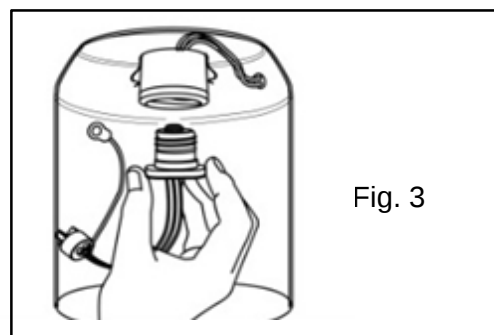

Fig. 3
3) Vissez l'adaptateur de douille E26 (B) dans la douille à l'intérieur de l'ouverture (Figure 3).